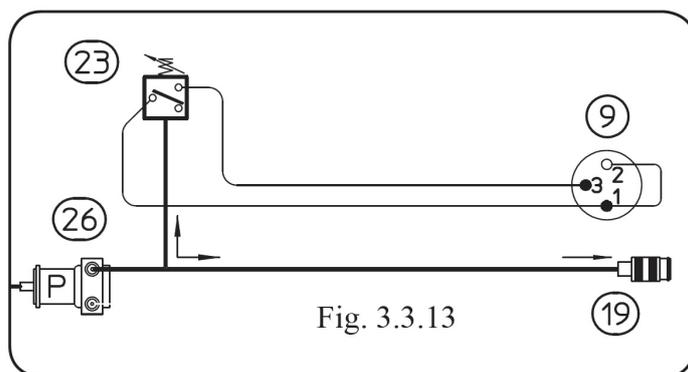

Fig. 3.3.13
All'accensione del generatore, la scheda pannello (47) verifica se il gruppo di raffreddamento è collegato, tramite il segnale fornito dal ponticello sui terminali 1 e 2 del connettore (9) sul gruppo di raffreddamento (Fig. 3.3.13).
- Terminali dei ventilatori (2) su gruppo di raffreddamento, tensione = 220 Vac, con gruppo di raffreddamento abilitato.
- Scollegare temporaneamente, con generatore spento, i fili dei ventilatori (2) dalla morsettiera e verificare resistenza fra i terminali dei ventilatori (2) (avvolgimento dei ventilatori (2)). Valore corretto = 750 ohm circa.
TEST PRESSOSTATO (23) (Fig. 3.3.13 e Mappa connettori par. 5.6).
- Scheda potenza (56), connettore J4, terminali 1(+) - 4(-) = 0 Vdc, con pompa (26) in funzione (contatto pressostato chiuso = pressione idonea); +24 Vdc, con generatore acceso e pompa (26) ferma (contatto pressostato aperto = pressione insufficiente).